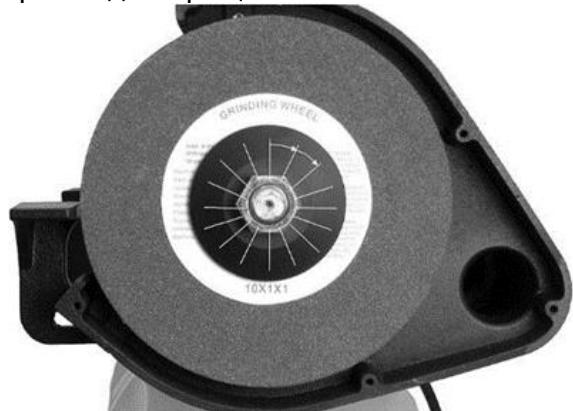

Рисунок 7 Балансировка
2. Если биение остаётся, повторяйте шаг 1, постепенно вращая фланец в заданном направлении. См. Рисунок 7. Убедитесь в сохранении положения круга при каждом вращении.